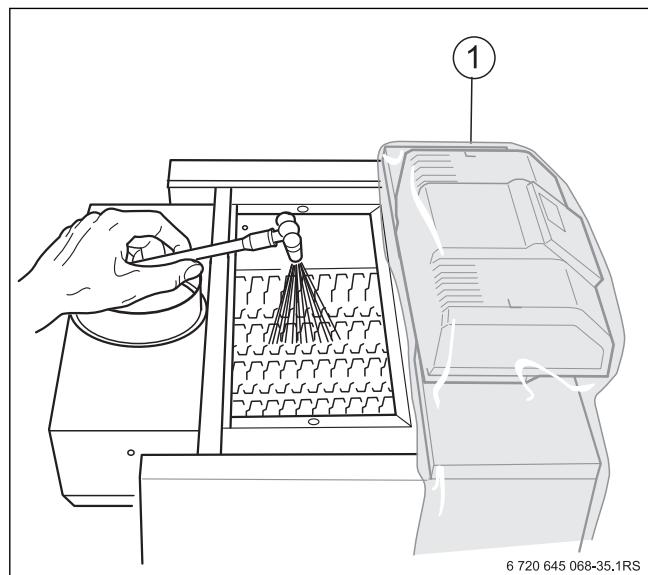

Рис. 50 Влажная чистка котла
- ▶ Накройте систему управления пленкой (→ рис. 50 [1]). Не допускайте попадания аэрозольного тумана в систему управления.
- ▶ Равномерно распылите чистящее средство сверху в газоотводящих каналах (→ рис. 50).